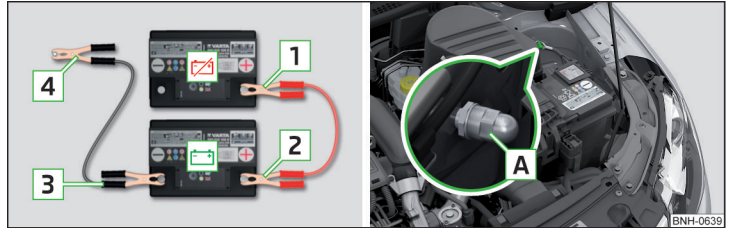

Abb. 171 Starthilfe: ✖ - entladene Batterie, ☑ - stromgebende Batterie / Massepunkt des Motors beim START-STOPP-System
- Bei Fahrzeugen mit dem START-STOPP-System die Klemme **4** am Massepunkt des Motors **A** befestigen » Abb. 171.